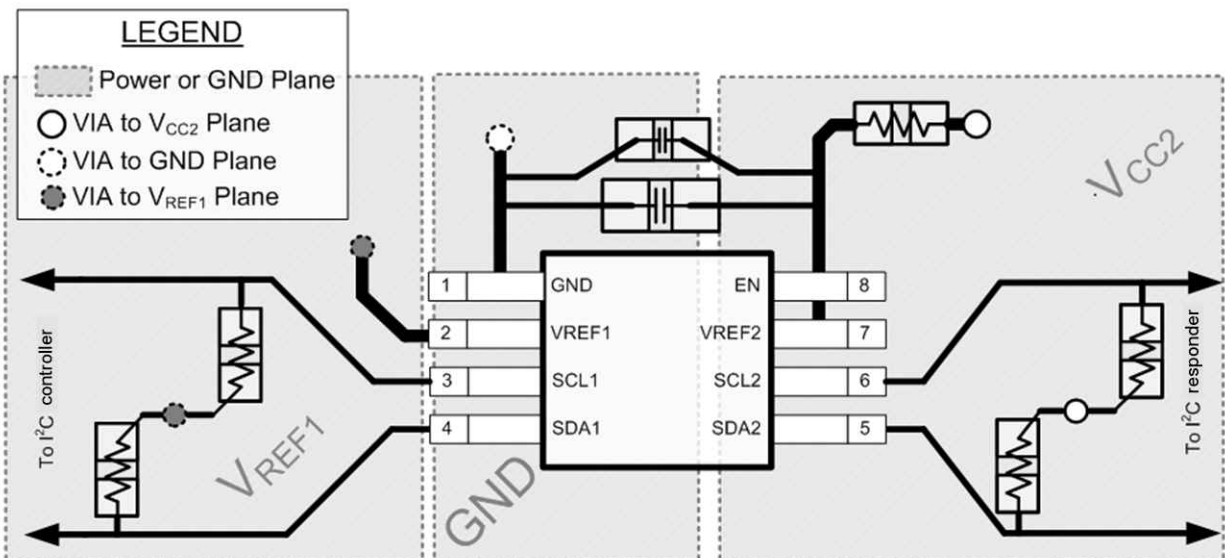

图 9-8. 布局示例
在所有 PCB 布局中，最佳实践是避免信号布线呈直角，在离开集成电路 (IC) 附近时让信号布线呈扇形彼此散开，并使用较粗的布线来承载通常会经过电源和接地布线的更大电流。 $100pF$ 滤波电容应尽可能靠近 V_{REF2} 放置。也可以使用更大的去耦电容器，但两个电容器和 $200k\Omega$ 电阻器的更长时间常数会导致 TCA39306 器件的导通和关断时间更长。图 9-8 中显示了这些最佳实践。
对于图 9-8 中提供的布局示例，可以将顶层用于信号布线，将底层用作电源 (V_{CC}) 和接地 (GND) 的分割平面，从而打造只有两层的 PCB。然而，对于具有更高密度信号布线的电路板，最好使用四层电路板。在四层 PCB 上，通常在顶层和底层上进行信号布线，将一个内部层专门用作接地平面，并将另一个内部层专门用作电源平面。在使用平面或分离平面供电和接地的电路板布局布线中，过孔直接放置在表面贴装元件焊盘旁边，该焊盘必须连接到 V_{CC} 或 GND，而过孔以电气方式连接到电路板的内层或另一侧。当信号布线必须路由到电路板的另一侧时，也使用过孔，但图 9-8 中未演示此技术。